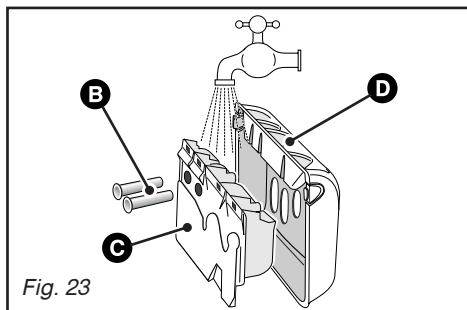

Fig. 23
- retirez les siphons **B** situés à l'arrière de la boîte **C** et séparez cette dernière de son enjoliveur avant **D** (*Fig. 23*)